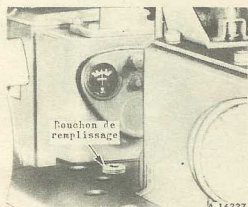
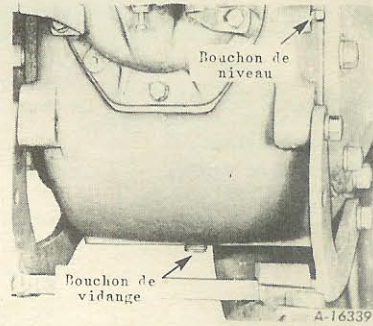

Figure 20D - Bouchon de remplissage de la boîte de vitesses.
Figure 21 - Bouchons de vidange et de niveau d'huile de la boîte de vitesses
Vérifiez périodiquement le niveau d'huile. Employez le lubrifiant recommandé *page 23*; l'huile doit être maintenue au niveau du bouchon (24) sur le côté arrière droit de la boîte de vitesses, *figure 21*. L'huile de la boîte de vitesses doit être changée au moins une fois par an ou toutes les 1000 heures de travail au maximum. Retirez le bouchon de vidange (25) et laissez toute l'huile s'écouler; *figure 21*. Remettez en place le bouchon de vidange et retirez le bouchon de remplissage (23) et le bouchon de niveau (24). Refaites le plein avec le lubrifiant recommandé jusqu'au bouchon de niveau et remettez en place les bouchons, *figures 20D et 21*. Si l'on a été amené à diluer l'huile à l'aide de pétrole en cas de température particulièrement froide, il est indispensable de changer l'huile avant d'employer le tracteur par temps chaud. Capacité de remplissage 18 ou 19 litres lorsque le tracteur est muni de la poulie de transmission et de la prise de force.